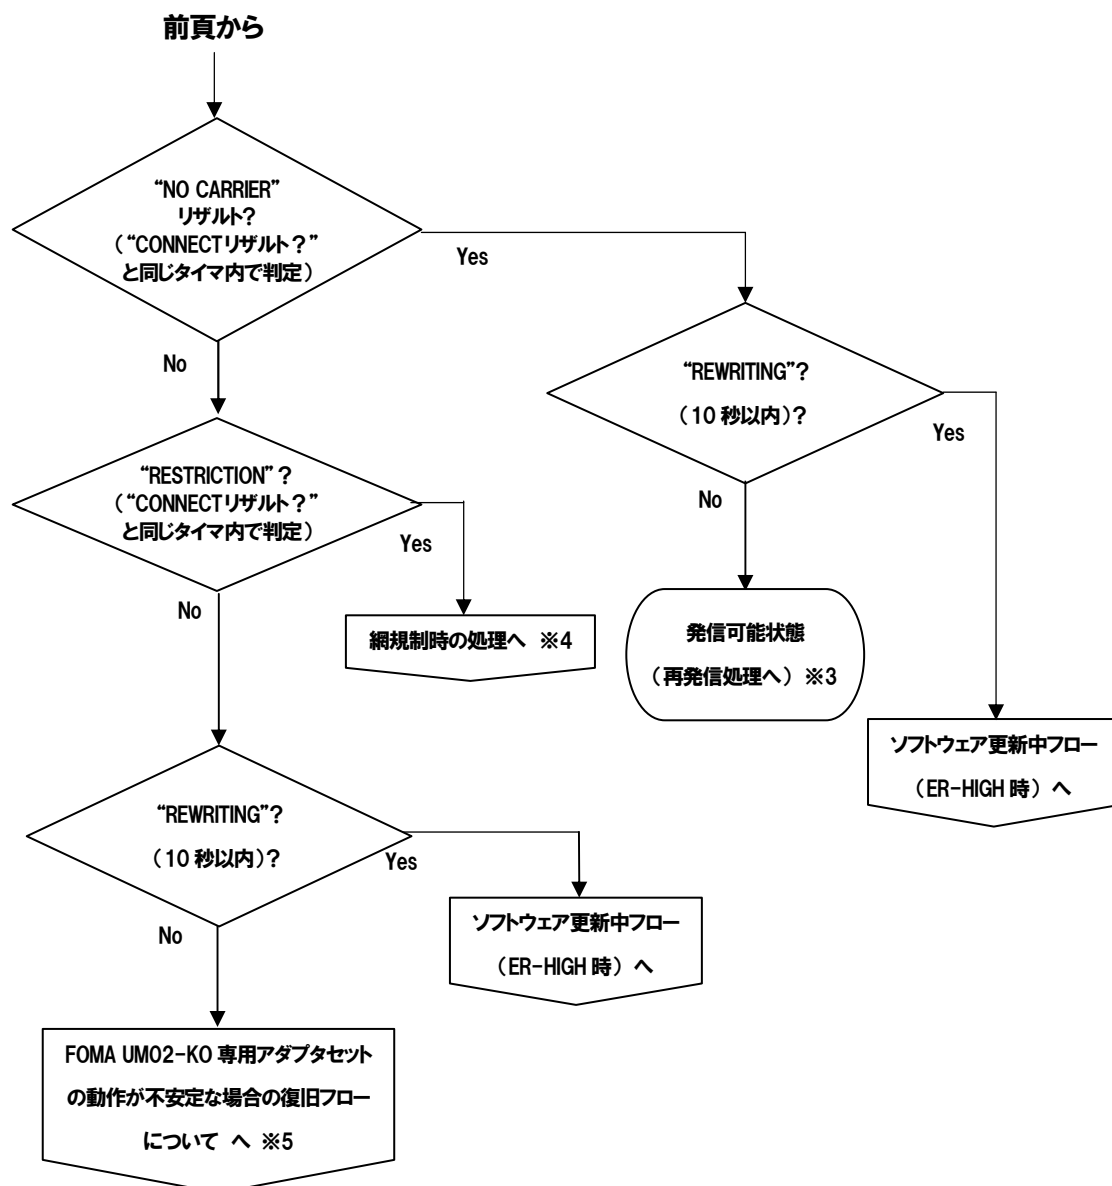

図.3-6 ATD コマンドによる発信処理
- ※3: 「図 3-6 ATD コマンドによる発信処理」の開始へ戻り、再発信を行ってください。2 回以上再発信しても『NO CARRIER』が応答されてしまう場合は、発信処理を停止し、各種設定の見直しを行ってください。設定に不備が無い場合は、AT*DHWRST によるハードウェアリセットを実行し、再度発信処理を実行してください。